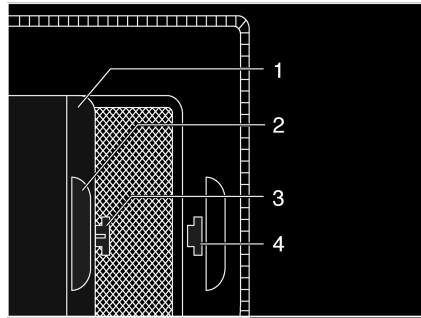

Fig. 62 Persiana oscurecedora enrollable
- Tirar de la persiana oscurecedora enrollable (Fig. 62,1) por el asidero (Fig. 62,2) y enganchar el gancho (Fig. 62,3) en el orificio (Fig. 62,4).
- Sacar el gancho (Fig. 62,3) del orificio (Fig. 62,4) y devolver a su posición la persiana oscurecedora enrollable.